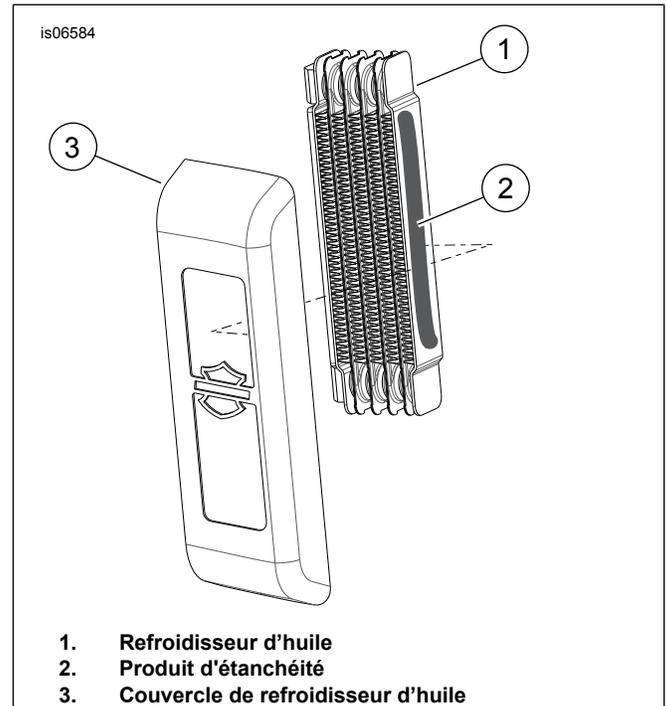

Figure 1. Montage du couvercle sur le refroidisseur d'huile
2. Voir Figure 1. Enduire d'une perle épaisse de produit d'étanchéité gris haute performance la surface plate gauche du refroidisseur d'huile et installer le couvercle du refroidisseur d'huile en l'enfonçant dans le produit d'étanchéité.